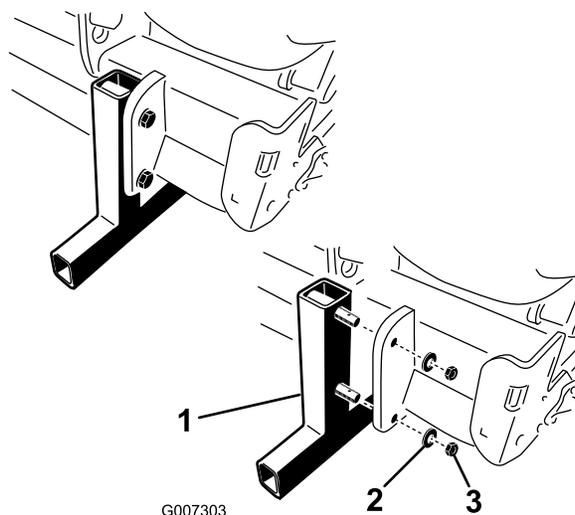

Bild 16
2. Entfernen Sie die Muttern und Sicherungsscheiben, mit denen die Sicherungsständer am Aerifizierer befestigt sind (Bild 16).
4. Setzen Sie die Klappstecker (von den losen Teilen) während der Einlagerung in die Ständerstifte (Bild 16).